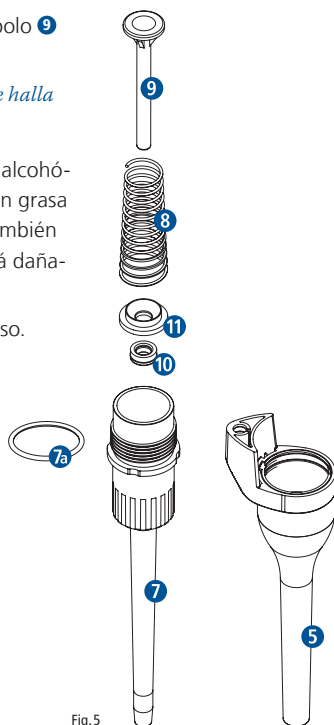

Fig. 5
- Retire la junta tórica **7a**, el muelle **8** y el émbolo **9** (Fig. 5).
- Saque el aro de apoyo **11** (sólo modelos de 100 µl, 200 µl y 1000 µl) (Fig. 5).